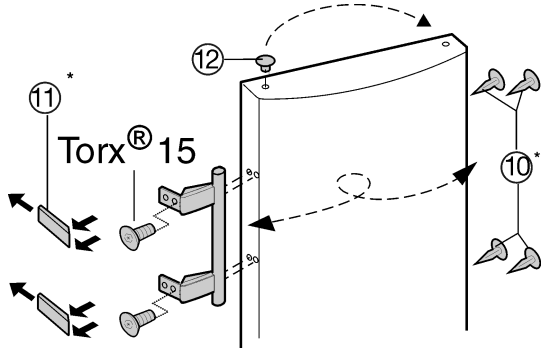

Fig. 8
- ▶ Iš durų įvorių išimkite kaiščius Fig. 8 (12) ir perkelkite juos į priešingą pusę.
- ▶ Išmontuokite durų rankeną, kaiščius Fig. 8 (10) ir atramines plokšteles Fig. 8 (11) bei perkelkite į priešingą pusę.